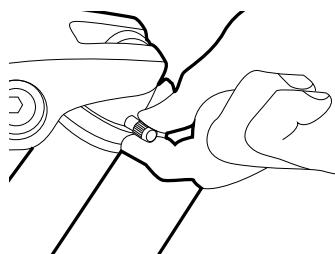

Figure 23. Maniement du bouchon de valve
- Dévissez le bouchon de valve pour accéder à la valve de l'amortisseur permettant d'ajuster sa pression d'air comme sur la *Figure 23*.